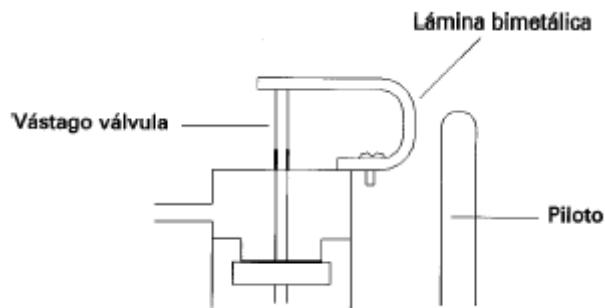

Figura 4.-Posición lámina bimetálica fría
- c) Verificar que cuando la lámina bimetálica esté fría, su extremo libre no presione la parte superior del vástagos de la válvula de seguridad (figura 4).